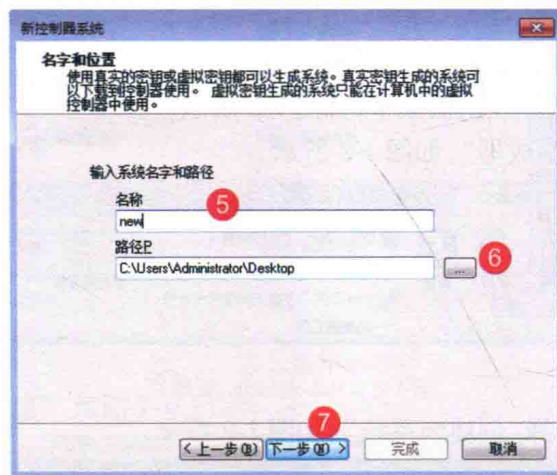

图 1-11 修改系统名字和路径
- ⑤给该系统命名,选择保存路径,单击“下一步”,如图 1-11 所示。